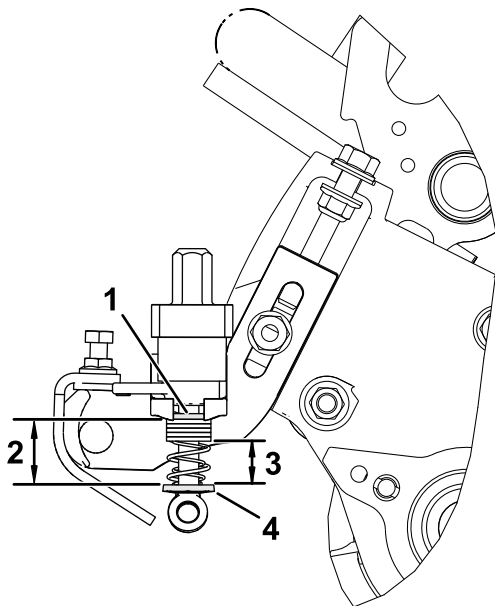

図 26
4. **図 26**に示すように、ワッシャ間の距離現在のスプリングの長さを測定する。